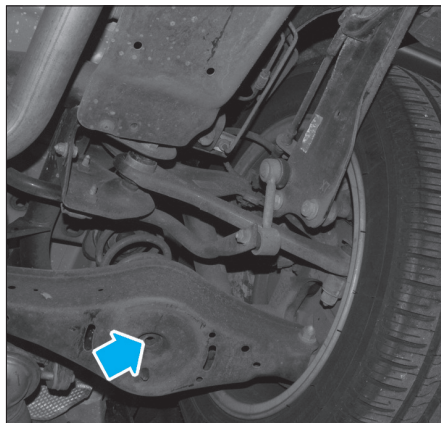

Fig. 22
- Mettre en place le ressort comprimé en veillant à engager les ergots des coupelles (flèche), dans l'alésage du bras transversal pour la coupelle inférieure, et l'orifice sous la caisse pour la coupelle supérieure (**Fig.22**).